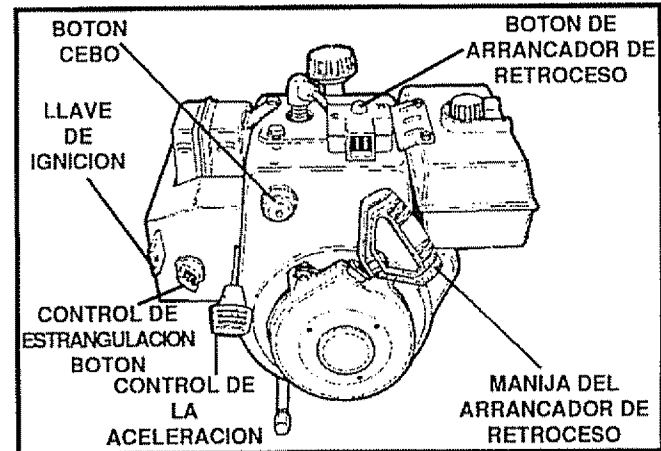

FIG. 10
- Para parar el motor, empuje la palanca de control de la aceleración a apagado (off) y hale hacia afuera (NO ROTÉ) la llave de ignición (Véase Fig. 10)